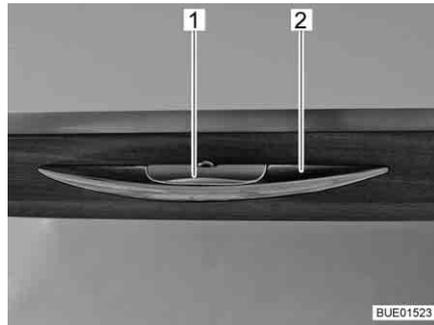

Bild 82 Griff mit Entriegelungsleiste
- Entriegelungsleiste (Bild 82,1) drücken und gedrückt halten.
- Am Griff (Bild 82,2) ziehen, bis die Möbelklappe offen ist.